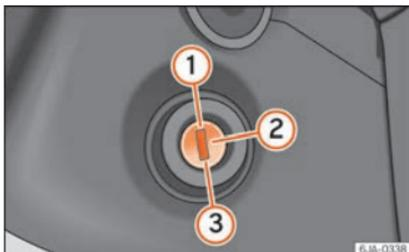

Abb. 211 Positionen des Zündschlüssels
- Während der Fahrt mit stehendem Motor muss der Zündschlüssel immer in der Stellung ② »» Abb. 211 »» Seite 212 (Zündung eingeschaltet) sein. Diese Stellung wird durch Aufleuchten von Kontrollleuchten signalisiert. Wenn das nicht der Fall ist, könnte es unerwartet zur Verriegelung der Lenkung kommen - Unfallgefahr!
- Der Anlasser darf nur betätigt werden (Zündschlüsselstellung ③ »» Abb. 211 »» Seite 212), wenn der Motor steht. Wird der Anlasser bei eingeschaltetem Motor betätigt, kann er beschädigt werden.
- Kupplungspedal ganz durchtreten und Motor starten **③** »» Abb. 211 »» Seite 212, ohne das Gaspedal zu betätigen. Halten Sie das Kupplungspedal getreten, bis der Motor anspringt.
- Sobald der Motor anspringt, lassen Sie den Zündschlüssel los. Der Schlüssel springt in die Stellung **②** zurück.
- Sollte der Motor nach ca 10 Sekunden nicht anspringen, drehen Sie den Schlüssel wieder in die Position **①**. Wiederholen Sie den Versuch nach ca. 30 Sekunden.
Den Motor schalten Sie durch Drehen des Zündschlüssels in Stellung **①** »» Abb. 211 »» Seite 212 aus.